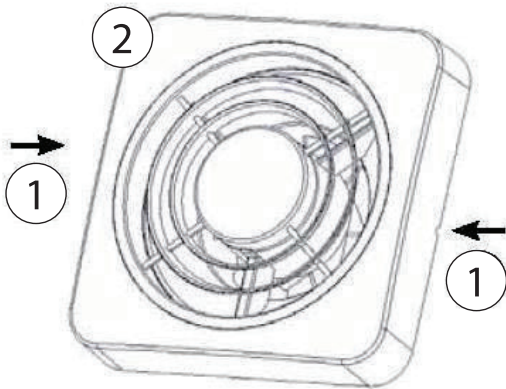

Figura 8
1. Scoateți capacul (2) de la suportul motorului prin apăsarea orificiilor laterale (1) cu ajutorul unei șurubelnițe mici (Figura 8).